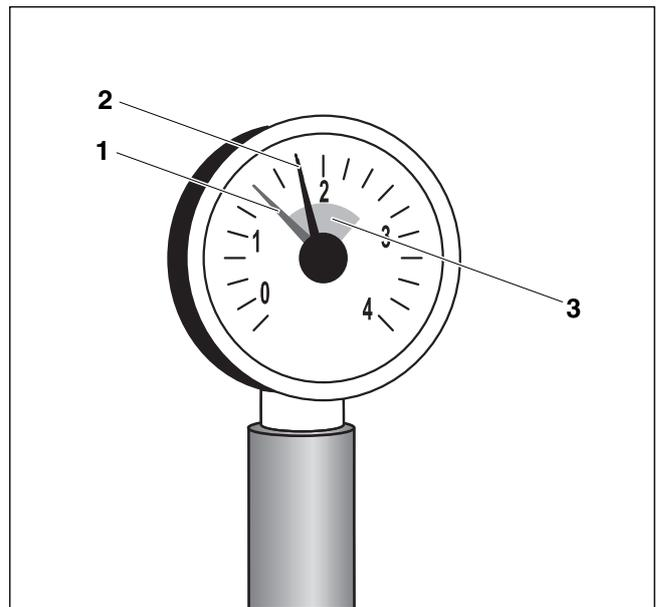

Рис. 21 Манометр для закрытых отопительных установок
- ▶ Красную стрелку (→ рис. 21, [1]) манометра отопительной установки поставить на необходимое минимальное давление 1 бар.